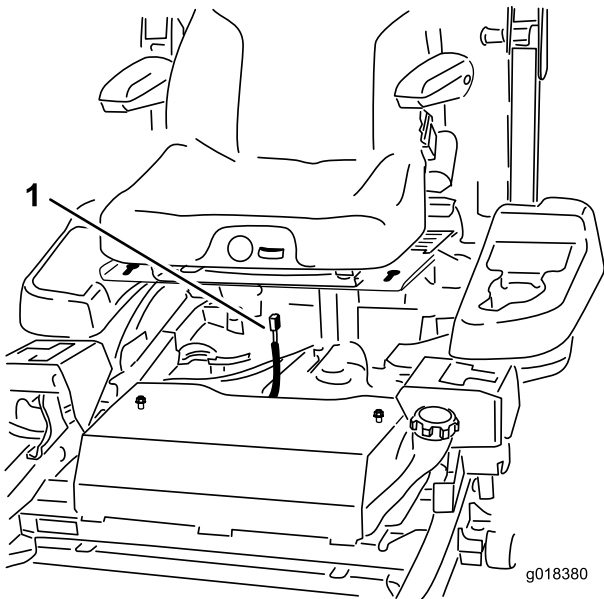

図 3
4. 座席の下の前方についているシートスイッチにハーネスコネクタを接続する (図 3)。